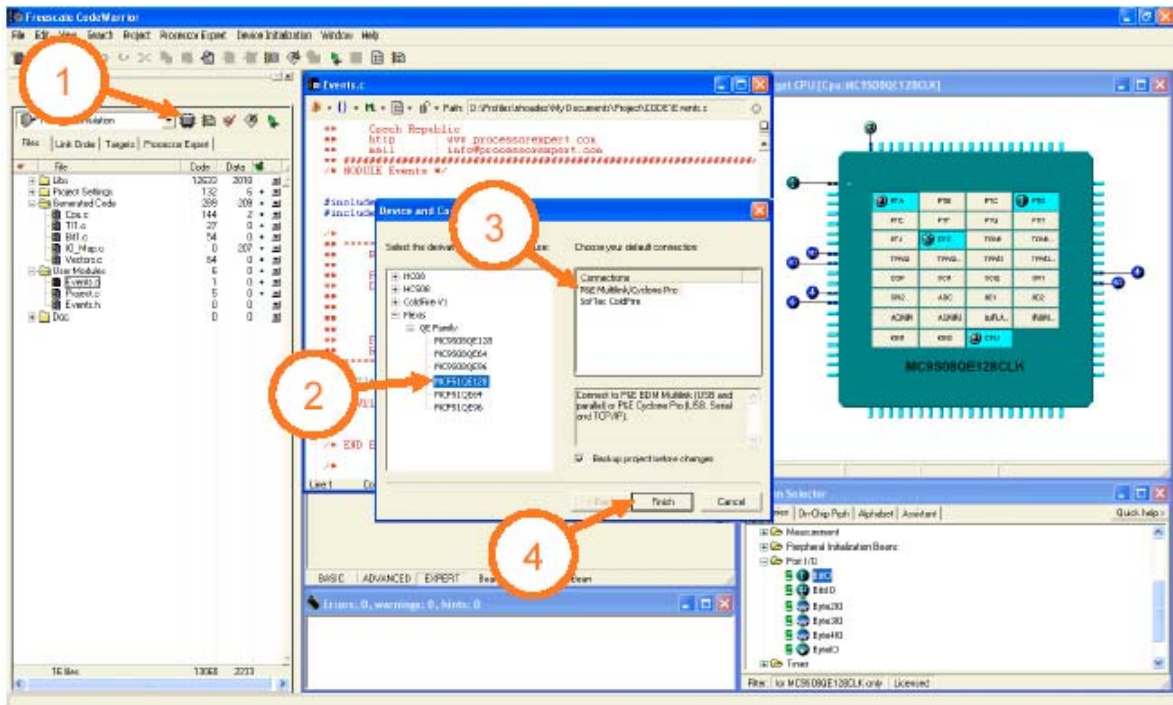

Figura 1.- Migración de “Core” en el entorno “CodeWarrior 6.0”.
1. Elija la opción “Change MCU / Connections” (Globo “1” de la Figura 1).